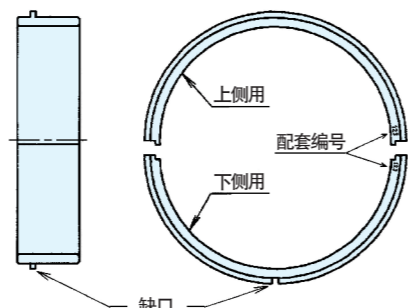

图11 迷宫环的形状 (上侧用和下侧用)
(1)迷宫环上侧用(无缺口)和下侧用(有缺口), 安装前请连同配套编号在内, 一并对实际产品进行确认。(参考图11)